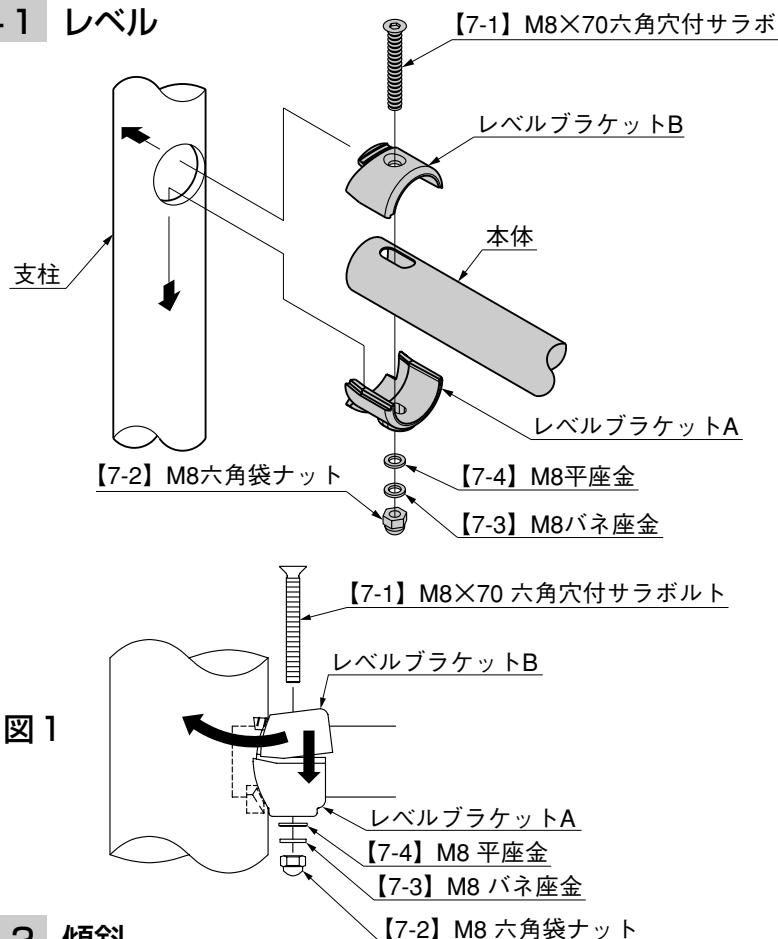

図1
② レベル・通りを出し、コンクリートを十分に硬化させてください。
③ レベルブラケットAを柱の本体取付孔に引っかけてください。
④ レベルブラケットAに本体をのせてください。このとき、柱の中に本体が必ずのみ込まれるようにしてください。
⑤ レベルブラケットBを図1のように取付け、【7-1】、【7-2】、【7-3】、【7-4】で締め付けてください。